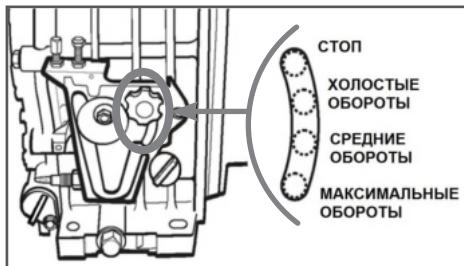

Рис. 16 Управление оборотами двигателя
3. Ослабьте затяжку гайки-фиксатора рычага управления оборотами двигателя, переведите гайку-фиксатор по направляющему пазу вниз до упора (в положение «МАКСИМАЛЬНЫЕ ОБОРОТЫ»), после чего затяните гайку (Рис. 16).
4. Ослабьте затяжку гайки-фиксатора рычага управления оборотами двигателя, переведите гайку-фиксатор по направляющему пазу в положение «ХОЛОСТНЫЕ ОБОРОТЫ», после чего затяните гайку (Рис. 16).
Прогретый двигатель можно запускать, сразу установив гайку-фиксатор рычага управления оборотами двигателя в положение «СРЕДНИЕ ОБОРОТЫ» или «МАКСИМАЛЬНЫЕ ОБОРОТЫ» (Рис. 16).
4. Ослабьте затяжку гайки-фиксатора рычага управления оборотами двигателя, переведите гайку-фиксатор по направляющему пазу вниз в положение «ХОЛОСТЫЕ ОБОРОТЫ», после чего затяните гайку (Рис. 16).
1. Ослабьте затяжку гайки-фиксатора рычага управления оборотами двигателя, переведите гайку-фиксатор по направляющему пазу вверх в положение «ХОЛОДНЫЕ ОБОРОТЫ», после чего затяните гайку (Рис. 16).
3. Ослабьте затяжку гайки-фиксатора рычага управления оборотами двигателя, переведите гайку-фиксатор по направляющему пазу вверх до упора в положение «СТОП», после чего затяните гайку (Рис. 16).
1. Ослабьте затяжку гайки-фиксатора рычага управления оборотами двигателя, переведите гайку-фиксатор по направляющему пазу вверх до упора в положение «СТОП», после чего затяните гайку (Рис. 16).
1. После прогрева двигателя ослабьте затяжку гайки-фиксатора рычага управления оборотами двигателя, переведите гайку-фиксатор по направляющему пазу вниз до упора (в положение МАКСИМАЛЬНЫЕ ОБОРОТЫ), после чего затяните гайку (Рис. 16). Мотопомпа при этом начнет работать в режиме максимальной производительности.